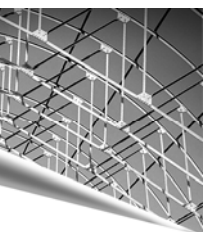
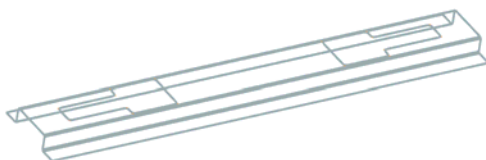

图 11-135 “倒角”对话框
图 11-136 选择边
(1) 选择“菜单(M)”→“插入(S)”→“拐角(Q)”→“倒角(B)”，或者单击“主页”选项卡“拐角”面组上的“倒角”按钮，打开如图 11-135 所示“倒角”对话框。
(2) 在“方法”下拉列表中选择“圆角”，输入“半径”为 2。
(3) 在视图区选择边，如图 11-136 所示。